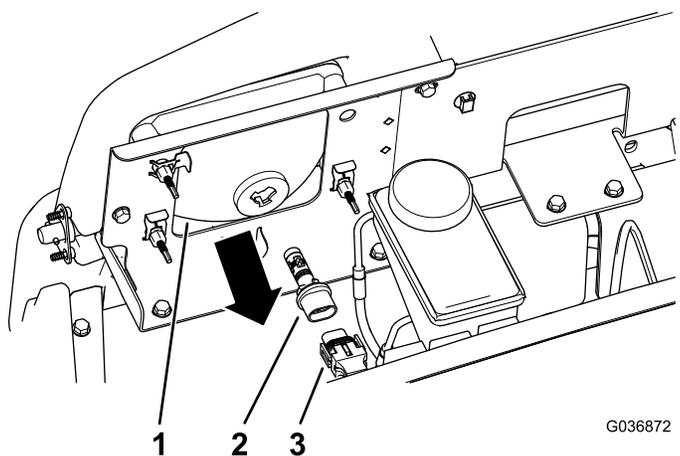

Figura 54
3. Scollegate il connettore elettrico del cablaggio dal connettore del gruppo luci sul retro del vano del faro (Figura 54).
4. Ruotate il gruppo luci di $\frac{1}{4}$ giro in senso antiorario spostandolo indietro, fuori dalla sede del vano del faro (Figura 54).
5. Inserite il nuovo gruppo luci e il vano del faro e allineate le linguette nel gruppo luci alle fessure nel vano del faro (Figura 54).
6. Fissate il gruppo luci ruotandolo di $\frac{1}{4}$ di giro in senso orario (Figura 54).
7. Collegate il connettore elettrico del cablaggio al connettore del nuovo gruppo luci (Figura 54).